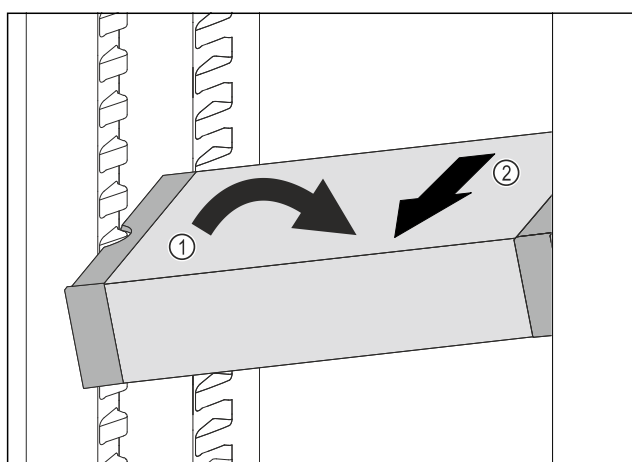

Fig. 139
- ▶ Poziționați oblic VarioSafe în frigider. Fig. 139 (1)
- ▶ Extrageți VarioSafe spre înainte. Fig. 139 (2)